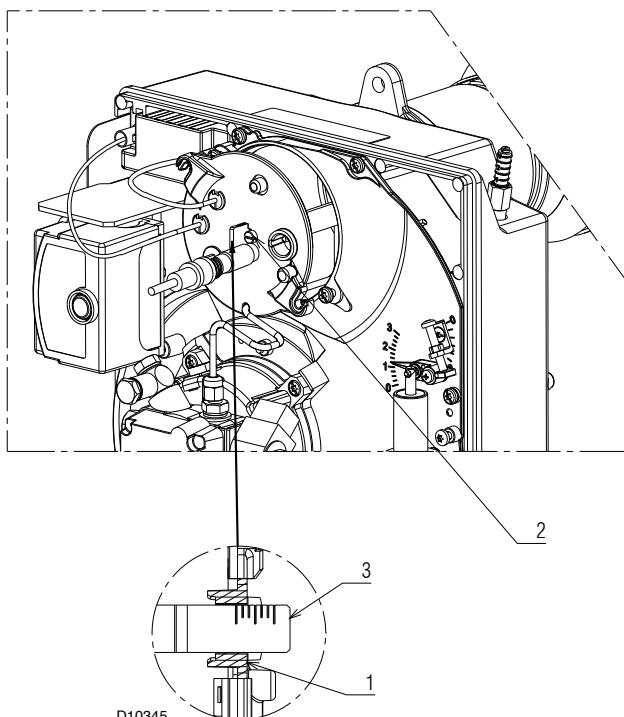

Fig. 16
- Turner la vis de réglage 2) (Fig. 16) dans le sens des aiguilles d'une montre ou dans l'autre sens, jusqu'à ce que l'encoche gravée sur la bride de régulation 3) corresponde avec le plan externe du groupe porte gicleur 1).